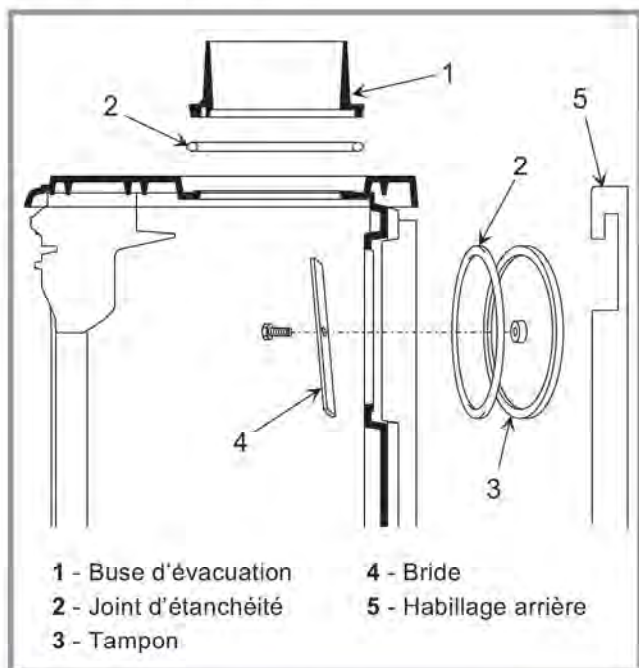

Figure 3 - Départ des fumées au dessus
2.4.1. Départ de fumée au dessus (figure 3)